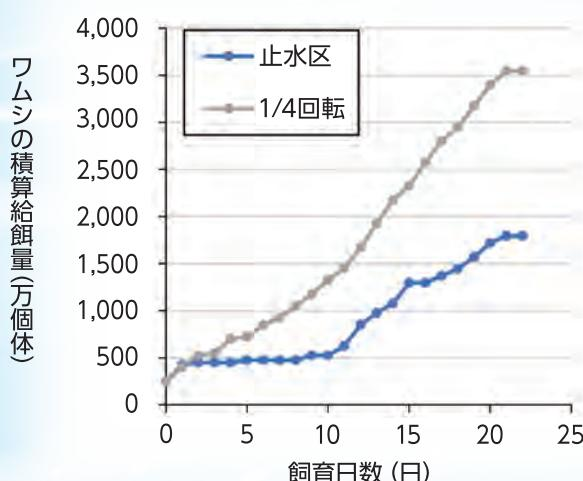

図9 ワムシの給餌量とワカサギ飼育水の循環との関係
- 止水環境では、ワムシが高密度に存在したため、給餌量を大幅に抑えることができました(図9)。